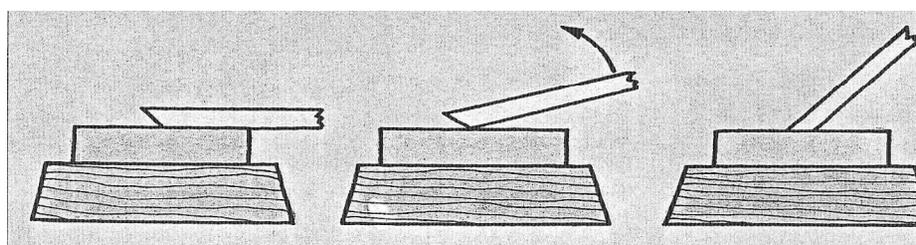

Fig. 127
2. Coloca-se a lâmina a direito sobre a pedra, de face e chanfro voltado para baixo e levanta-se lentamente a lâmina até ao momento em que o chanfro assenta toda a superfície sobre a pedra (fig. 127).